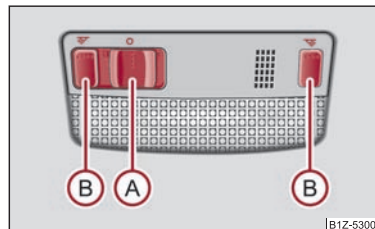

Fig. 44 Iluminarea interioară a autovehiculului - Varianta 1
- Dacă apăsai comutatorul  înspre marginea lămpii, apare simbolul  ⇒ fig. 44.